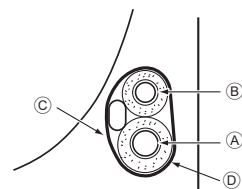

Рис. 4-4
4.4.1. Укладка в место для трубок блока (Рис. 4-4)